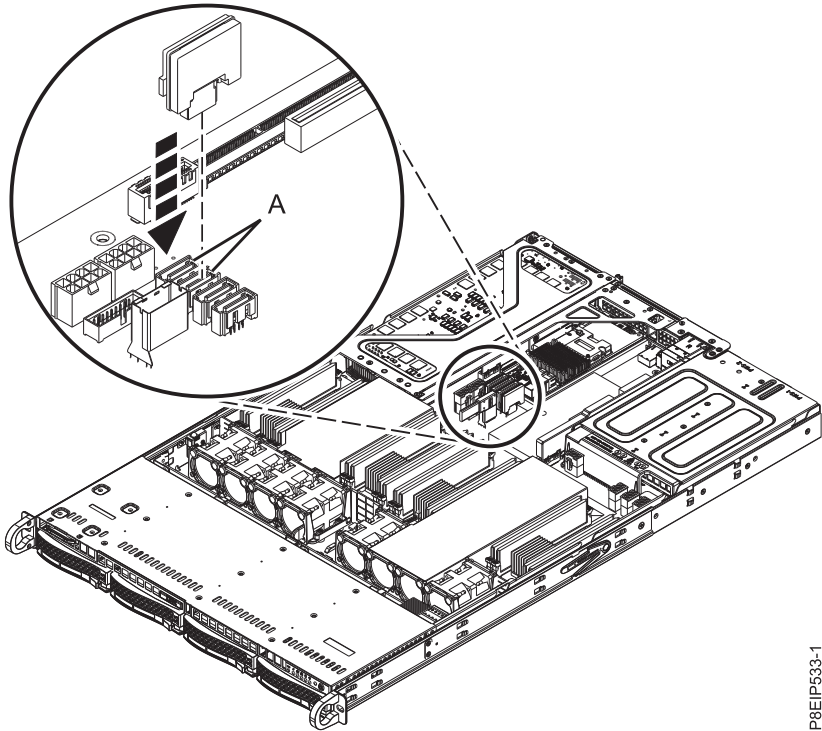

Figura 14. Instalación de una DOM
2. Instale la DOM en la placa posterior del sistema, en las posiciones **(A)**, como se muestra en la Figura 14 en la página 16. En función del modelo de DOM, también puede que tenga que conectar un cable de alimentación pequeño para la DOM. Asegúrese de conectar los conectores adecuadamente.